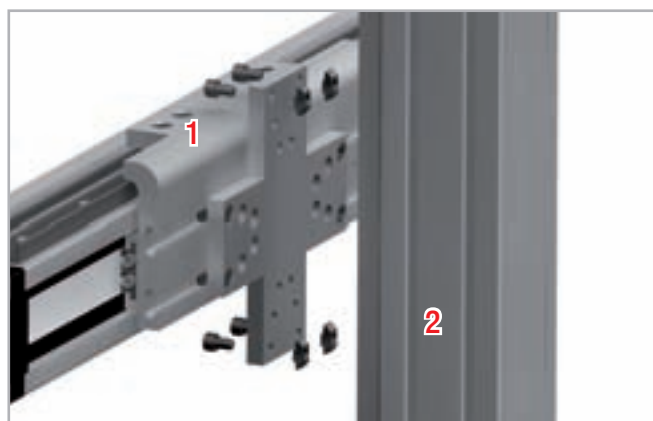

Рис. 107
4. Ввести винты в соединительную пластину с другой стороны (см. Рис. 107).